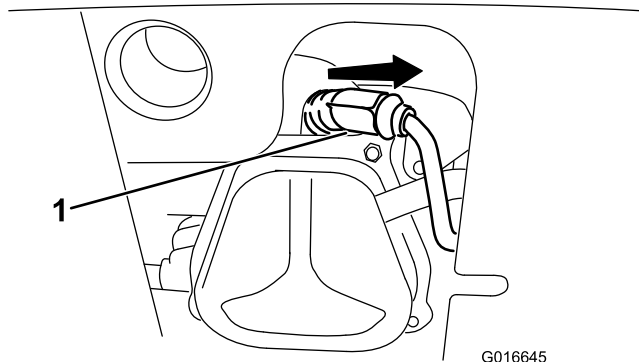

Figure 49
1. Enlevez le capuchon (Figure 49).